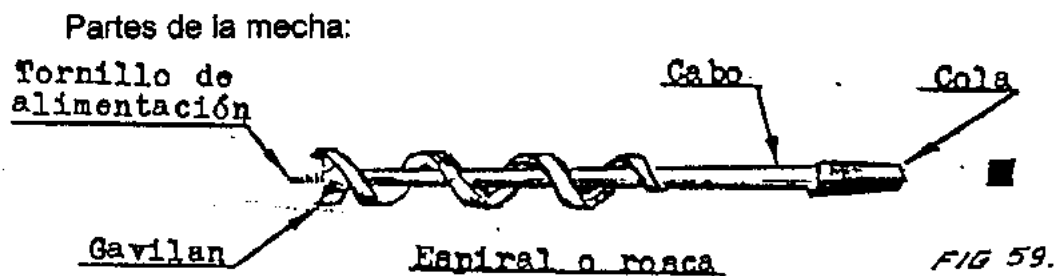

FIG 59.
- **Mecha.-** Es un elemento de acero, de alimentación y corte frontal, como característica singular presenta un tornillo de alimentación frontal, dos "gavilanes" de corte lateral, un cabo y una cola cónica de sección cuadrada (fig. 59).